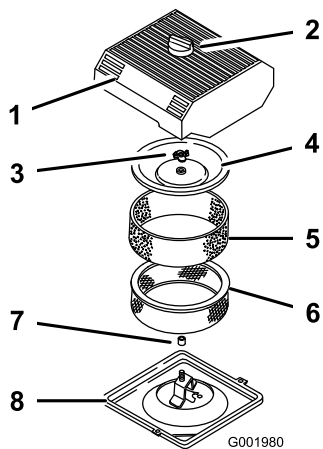

Figura 45
3. Pulite intorno al filtro dell'aria per evitare che la morchia possa penetrare nel motore provocando gravi danni (Figura 45).
4. Svitare la manopola sul coperchio del filtro dell'aria e togliere il coperchio (Figura 45).
5. Togliere con cautela l'elemento in schiuma sintetica dall'elemento di carta (Figura 45).
6. Svitare il dado del coperchio e togliere sia il coperchio che l'elemento di carta (Figura 45).
1. Infilate con cautela l'elemento in schiuma sintetica sopra l'elemento di carta del filtro dell'aria (Figura 45).
3. Avvitare a fondo, manualmente, il dado contro il coperchio (Figura 45).
4. Montate il coperchio del filtro dell'aria e la manopola (Figura 45).